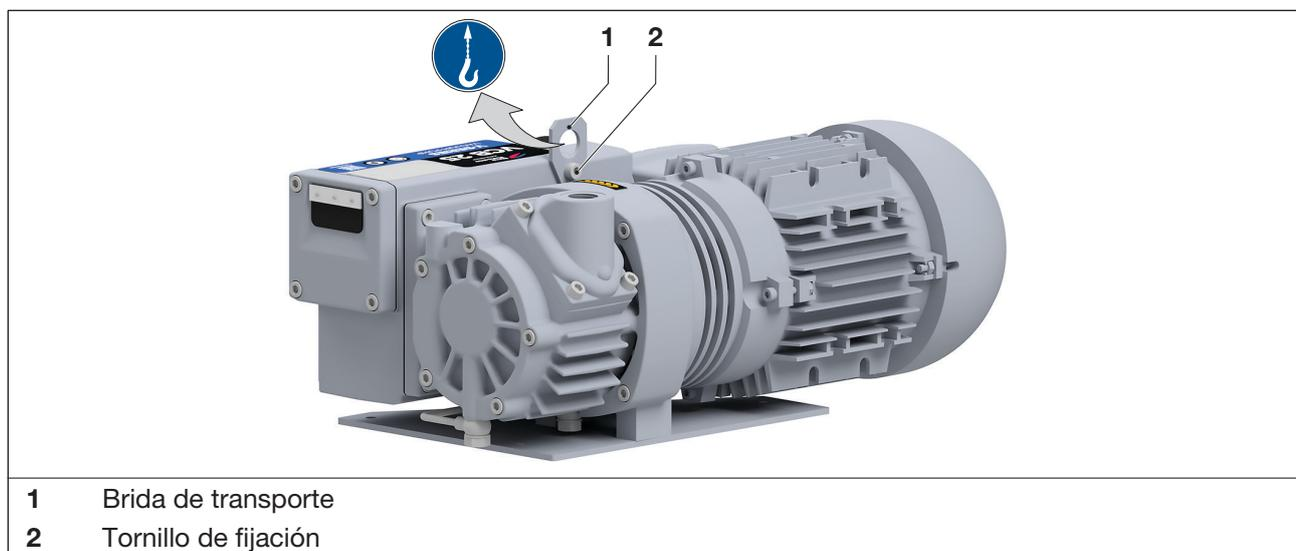

Fig. 1 Dispositivos para la elevación y el transporte
- b) Apretar bien el tornillo de fijación (Fig. 1/2) a la brida de transporte (/1).
- c) Para elevar la máquina, engancharla a la brida de transporte mediante el equipo de elevación (Fig. 1/1).